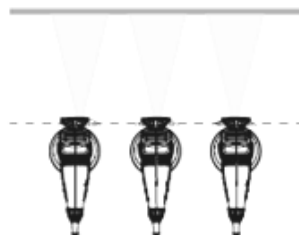

Рис.5
- Двигайте краскопульт рукой, а не запястьем. При этом расстояние между краскопультком и поверхностью должно оставаться постоянным на протяжении всей работы (Рис.5).